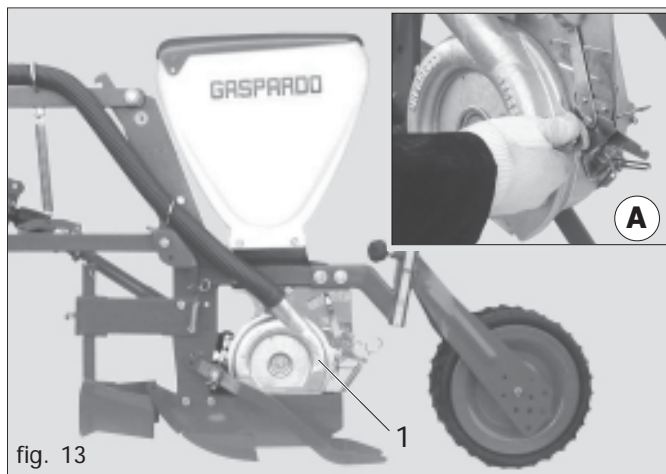
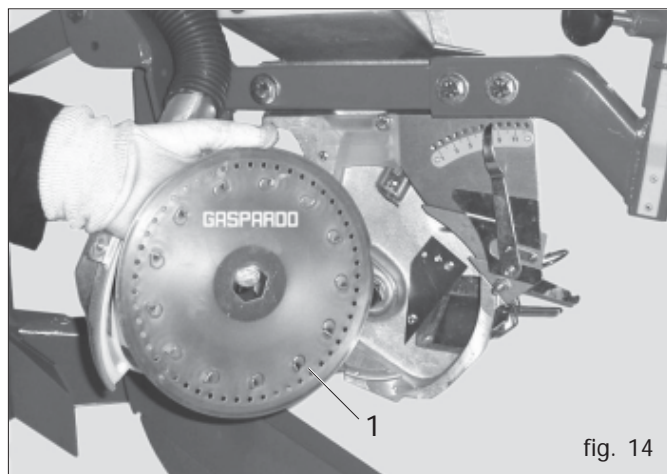

fig. 13
fig. 14
En el interior de los distribuidores (1 Fig. 13) se monta un disco (1 Fig. 14) seleccionado en función del tamaño de la semilla (la semilla no deberá poder pasar por el agujero).
- El disco tiene que estar montado con las espigas (1 Fig. 14) dirigidas hacia el interior del distribuidor.
- Apretar la tuerca de aletas de cierre de la tapa sólo con las manos (A Fig. 13).
- 4) Destornillar y sacar la tuerca de aletas (A Fig. 13);